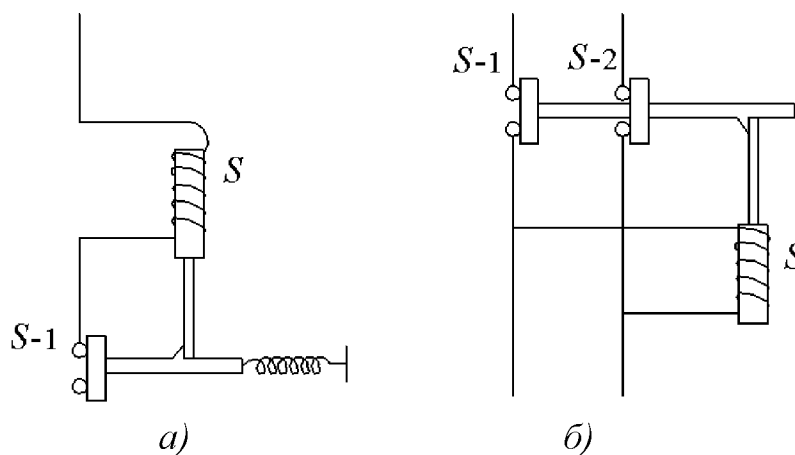

Рис. 5.16
5.4.19. В автоматическом выключателе максимального тока (рис. 5.16, а) якорь диаметром 20 мм движется в катушке электромагнита с внутренним диаметром 40 мм и числом витков  $w = 50$ . Какой массой должен обладать якорь, чтобы автомат срабатывал при токе  $I = 10$  А, если магнитный поток  $\Phi$  создается на длине  $l = 50$  мм?
5.4.20. В автомате минимального тока (рис. 5.16, б) якорь массой 0,8 кг, диаметром 20 мм движется в катушке электромагнита с внутренним диаметром 40 мм. Какое число витков должно быть у обмотки электромагнита, чтобы автомат срабатывал при снижении тока до 5 А, если магнитный поток  $\Phi$  создается на длине 100 мм ?